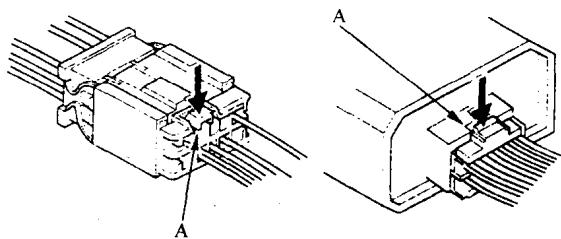

图 1-21 下压式分离式锁件
3) 如图 1-21 所示，所有插接器均带有下压分离式锁件(A)。